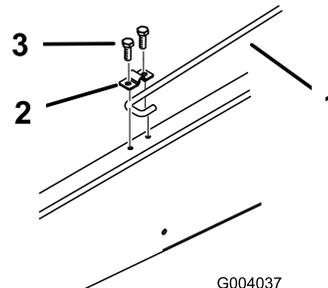

Figura 13
6. Afloje el perno que sujeta la fijación de la varilla al bastidor hasta que pueda deslizar el extremo en J de la varilla por debajo de la fijación (Figura 13).
7. Apriete el perno y sujete el otro extremo de la fijación con un perno nuevo (5/16 x 3/4 pulgada) (Figura 13).